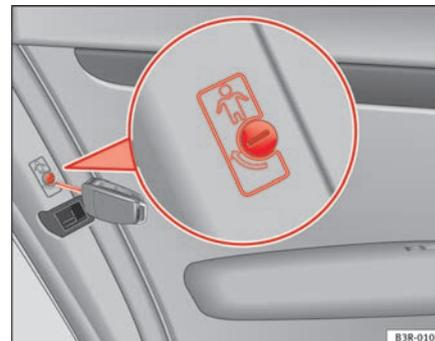

Fig. 75 Sistema de segurança para crianças nas portas traseiras
- Rode a chave no sentido da seta ⇒ fig. 75.